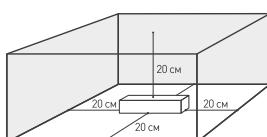
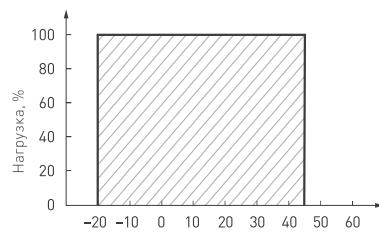

Рис. 2. Свободное пространство вокруг источника
Рис. 3. Максимальная допустимая нагрузка, % от мощности источника
- 4.3. Для естественной вентиляции обеспечьте не менее 20 см свободного пространства вокруг источника питания, как изображено на рис. 2. Если обеспечить свободное пространство невозможно — используйте принудительную вентиляцию. В случае установки в ограниченном пространстве (например, лайтбокс или профили) предусмотрите обеспечение требуемого температурного режима источника питания согласно рис. 3.
- 4.4. Не нагружайте источник питания более 80% от его максимальной мощности. Учитывайте, что с повышением температуры окружающей среды максимальная мощность источника питания снижается, см. график зависимости на рис. 3.